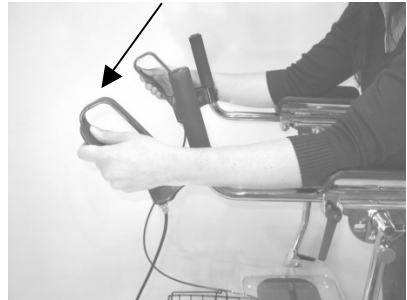

Abb. 8.1
- Feststellen der Bremse: Drücken Sie die Bremsgriffe ganz nach vorn bis sie einrasten (Abb.8.1), Bremse entriegeln: Entriegeln Sie die Bremsen durch Heranziehen